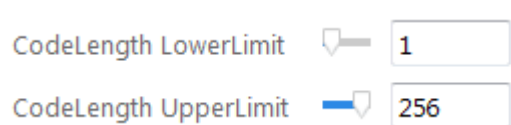

图6-12 条码长度的方式
3) 图 6-12 为在 Reading Setting 属性里面设置条码字符数的方式